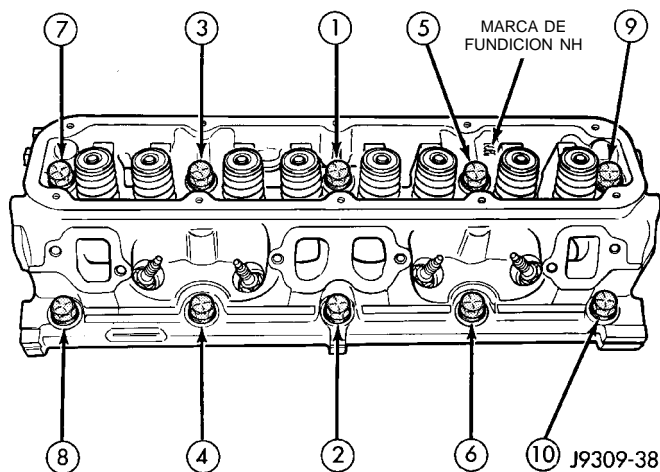

Fig. 19 Secuencia de apriete de pernos de culata de cilindros
(1) Coloque las juntas de culata de cilindros sobre el bloque de cilindros.
(2) Coloque las culatas de cilindros sobre las juntas de culata y el bloque de cilindros.
(3) Comenzando por el punto superior, apriete todos los pernos de culata de cilindros, en secuencia, con una torsión de 68 N·m (50 lbs. pie) (Fig. 19). Repita el procedimiento, apretando todos los pernos de culata de cilindros con una torsión de 143 N·m (105 lbs. pie). Repita el procedimiento para confirmar que todos los pernos tengan una torsión de 143 N·m (105 lbs. pie).